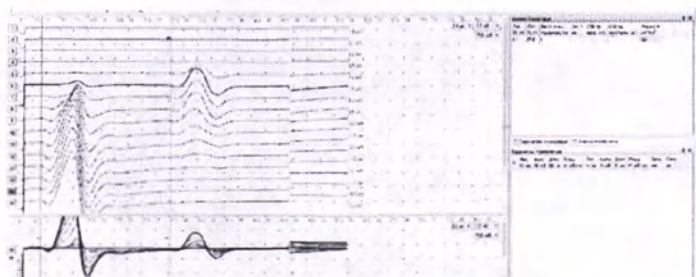

Рис. 158. Измерение латентности Н-рефлекса при упрощенном анализе
1. Упрощенный анализ позволяет оценить латентность М-ответа и латентность Н-рефлекса. Для этого используются два маркера: маркер латентности М-ответа и маркер латентности Н-рефлекса (рис. 158)